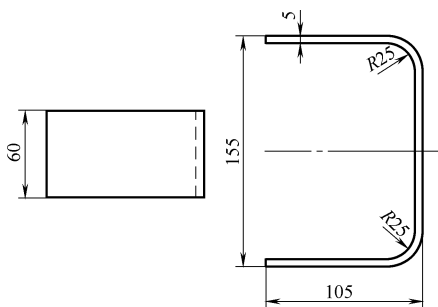

图 1-6
17. 计算图 1-6 所示 U 形弯曲件的展开尺寸和工件质量。